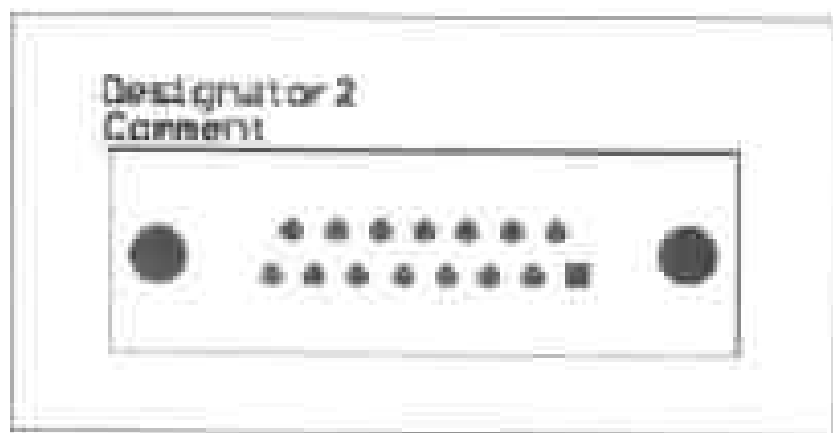

图 6-30 将元件放置在图纸中
(7) 在 Components 选区的列表框中单击某一元件,即可在对话框右边的预览框中显示出此元件的实际外形封装,利用预览框底部的 Zoom In, Zoom Out 和 Zoom All 命令按钮,可以在预览框中调整元件的显示比例。
(8) 通过浏览所选的元件库中的元件,选择需要放置在图纸中的元件,在 Components 选区的列表框中单击该元件的名称,然后单击列表框底部的 Place 命令按钮,此时鼠标箭头变为十字光标,并带有选中的元件形状。
(9) 在工作窗口中移动十字光标到适当的位置,按键盘上的 Space 键,调整元件的方向,然后单击鼠标左键,将元件放置在指定的位置,如图 6-30 所示。